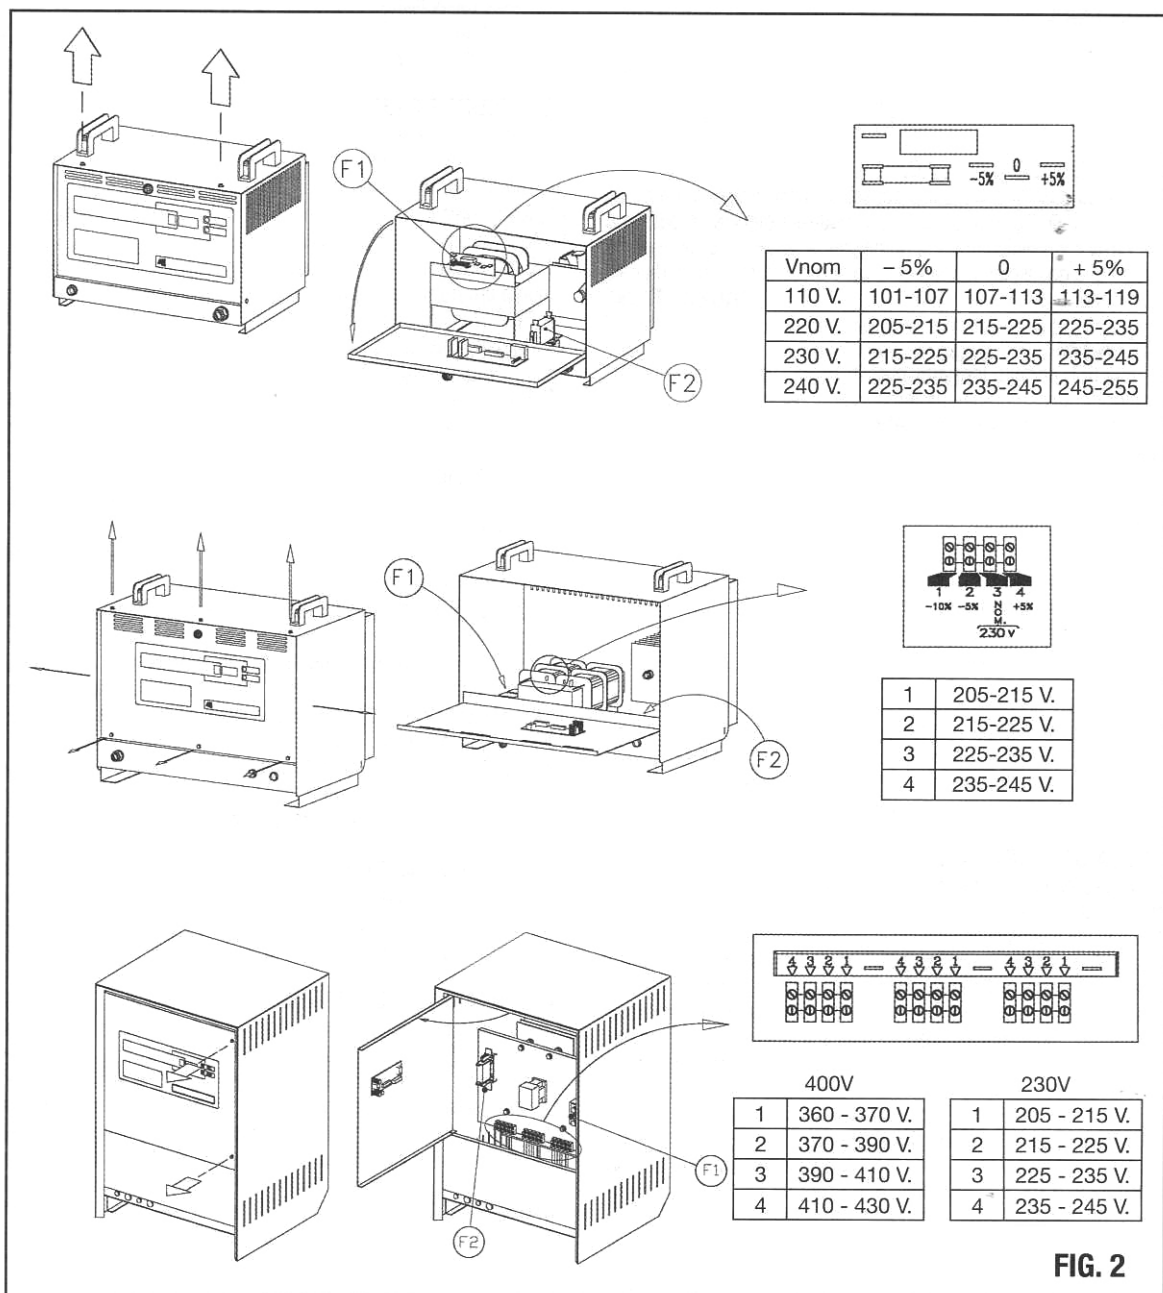

FIG. 2
Pour adapter le redresseur aux variations normales de la tension du réseau (plus ou moins 10% par rapport à la valeur nominale), ouvrir le redresseur (Fig. 2) et déplacer le fil BLEU (3 fils dans le cas d'un redresseur triphasé) jusqu'à la position indiquée dans le tableau de la figure correspondante. Pour obtenir un fonctionnement correct, l'opération ci-dessus est fondamentale, mais ne doit être effectuée qu'au moment de l'installation. Si des problèmes se manifestent par la suite (recharges excessives ou insuffisantes), modifier le calibrage en suivant les simples règles
ci-dessous au lieu des tables de la fig. 2 :
Le branchement de la batterie doit être fait en respectant la polarité (fil rouge +; fil noir -). Une erreur de branchement provoque le déclenchement immédiat du fusible F1 (Fig.2), qui doit être remplacé par un autre fil de même valeur. Si vous devez
**"7 Err"** indique l'absence de tension du réseau. Cette situation peut être due à une simple coupure, à une prise mal branchée, au fusible F1 ou F3 claqué (Fig.2). Cette situation se débloque automatiquement quand la tension du réseau revient.